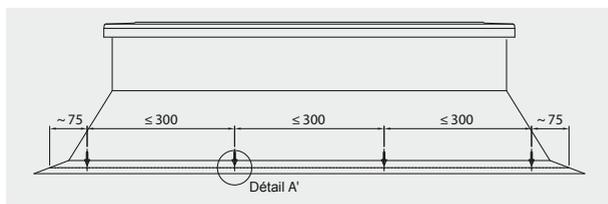
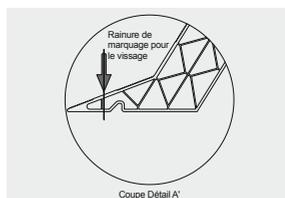

Figure 2
Figure 3
- Il convient d'utiliser exclusivement des vis appropriées, adaptées au support (par ex. des vis à bois 5,0 x 60 mm ou des vis à métaux 4,8 x 60 mm) avec des rondelles en inox (6,4 x 30 mm ou 5,3 x 30 mm). Les vis ne sont pas comprises dans la livraison. En partant à 7,5 cm d'un coin de la costière, visser celle-ci dans la structure porteuse. **L'espace entre chaque vis ne doit pas dépasser 30 cm** (voir fig. 2). Fixer la costière à la structure porteuse en la vissant à travers la rainure de marquage correspondante (voir fig. 3) dans la bavette.